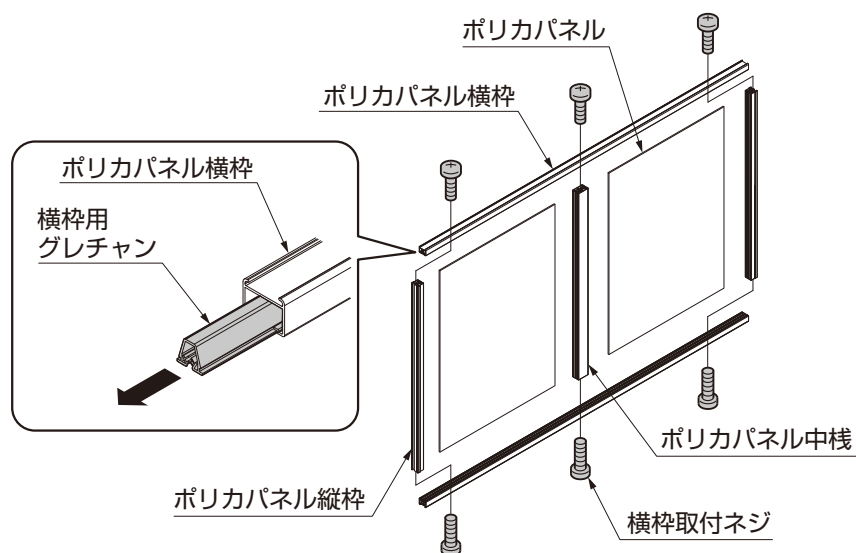

図1-5
- ①ポリカパネルを分解してください。
- ②ポリカパネル横枠から横枠用グレチャンを取出してください。(図1-5参照)